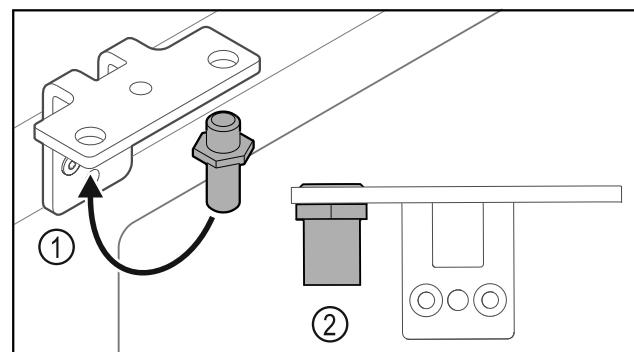

Fig. 31
- Premiestnite čap Fig. 31 (1) v uholníku závesu.
- Utiahnite čap Fig. 31 (2) **utáhovacím momentom 12 Nm**.